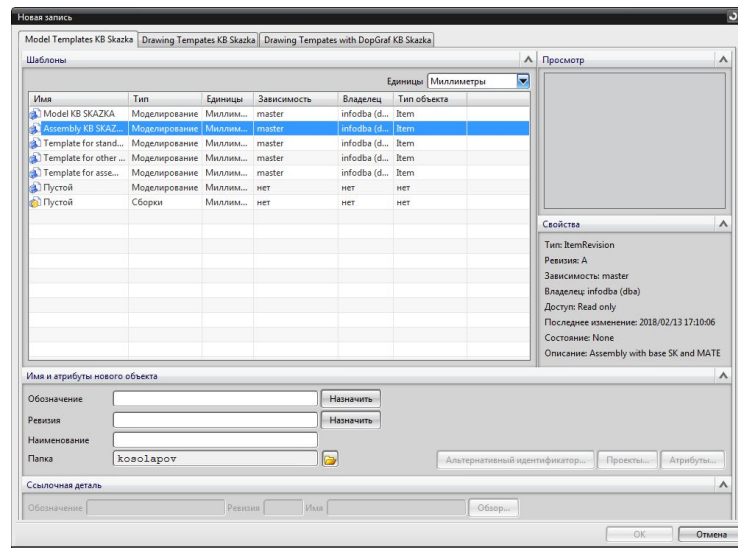

Рис. 32
2. Выберите соответствующий шаблон «Model KB SKAZKA» - для деталей, «Assembly KB SKAZKA» - для сборок. Также необходимо запомнить поля **Обозначение**, назначить **Ревизию** и **Наименование** (Рис.32). **Важно: Обозначение изделия может быть представлен в цифровом виде, либо в буквенном виде, но только на ЛАТИНИЦЕ. Имя изделия позволяет любые символы, кроме спец. символов (!, <, >, и т.д)**